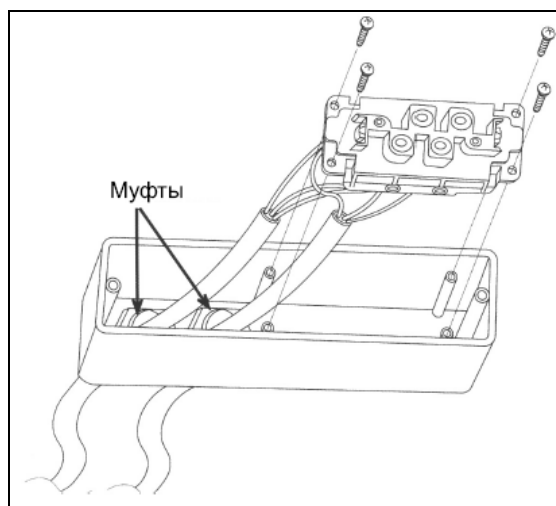

Рисунок 3.5 – Сборка выходного разъёма
3.2.5 Пропустить кабели через кабельные муфты пластиковой крышки, вставить разъем в крышку и закрепить его с помощью винтов; затянуть кабельные муфты (см. рисунок 3.5).
3.2.7 Присоединить разъем линий входа/выхода к вилке (9) на задней стенке ИБП и закрепить его винтами (см. рисунок 3.5).